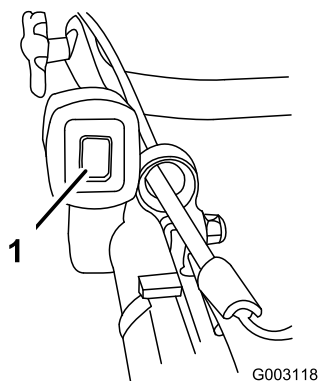

Figura 20
1. Ponga el interruptor de encendido en la posición de Encendido (I) (Figura 20).